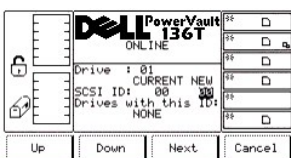

Figure 71. Setup > Drives > SCSI > Dialogue SCSI ID New
- 1 Si la touche de fonction **Next** est enfoncée, le champ suivant de la liste devient le champ actif. Reportez-vous à la Figure 71.